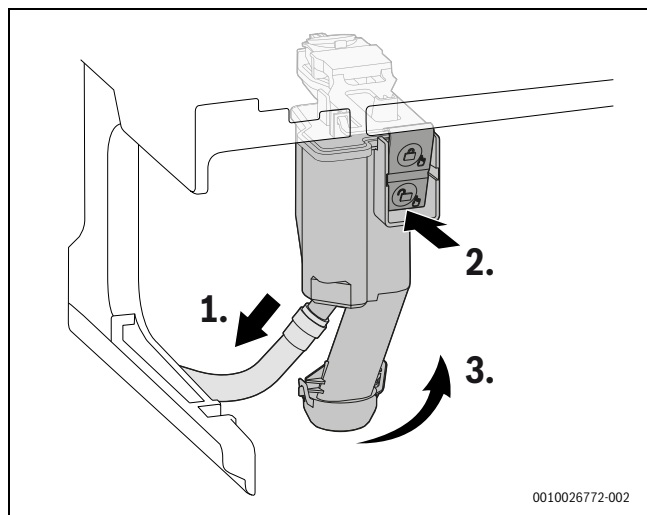

Fig. 180 Démontez le siphon des condensats
- Retirer le siphon de condensats de l'appareil (→ Figure 180, Page 88).